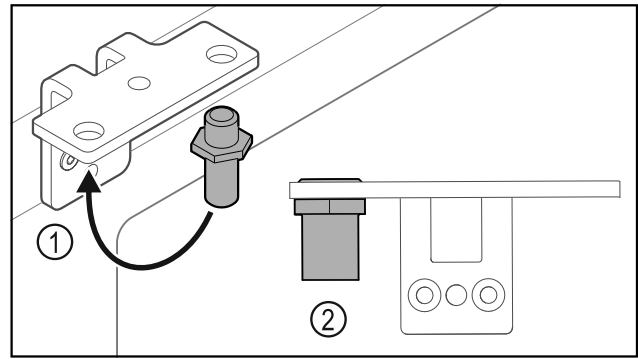

Fig. 24
- ▶ Perkelkite kaištį Fig. 24 (1) šarnyriniame kamputyje.
- ▶ Priveržkite kaištį Fig. 24 (2) **12 Nm** sukimo momentu.